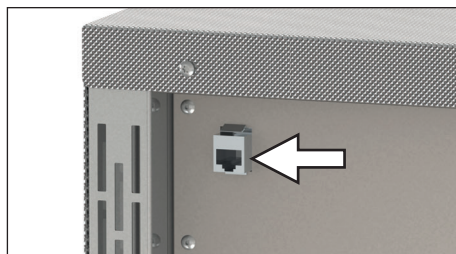
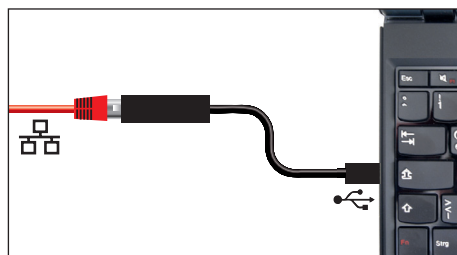

Рис. 4 Интерфейс Ethernet
Рис. 7 Конвертер Ethernet-USB
Интерфейс Ethernet предусмотрен для устройств, соответствующих требованиям стандарта IEC 60950-1. С помощью интерфейса Ethernet возможно подключение устройства к сети и считывание протоколов с помощью программы AtmoCONTROL, предлагаемой в качестве опции. Интерфейс Ethernet находится на задней стороне устройства (Рис. 4).
- ▶ Конвертер Ethernet-USB (Рис. 7). С его помощью возможно соединение сетевого порта устройства (см. стр. Рис. 4) с USB-портом компьютера/ноутбука.